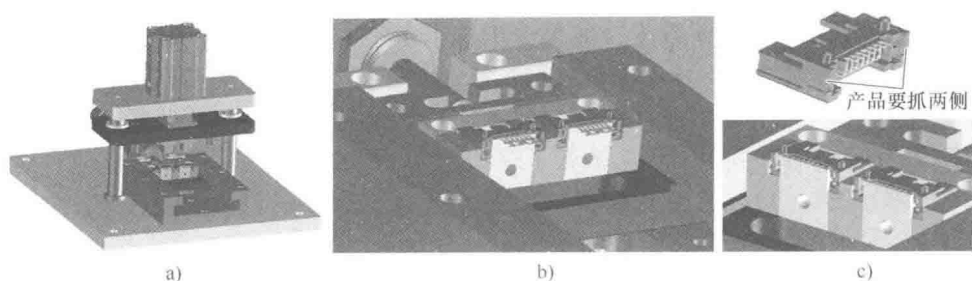

图 4-5 没有考虑产品取放的设计
(1) **人体尺寸** 如身高、坐高、臂长等,脑海里应该有个尺寸概念。举个例子,在做“一出二”的机构设计时,考虑到一般人的手指宽度约 20mm,当抓握方向与两个定位座连线一致时,定位座间距必须保证放置产品后,两个产品间距至少在 20mm 以上(也不需要太大),否则放了一个产品后,另一个产品没法放,手指会被相邻产品挡到,如图 4-5 所示。